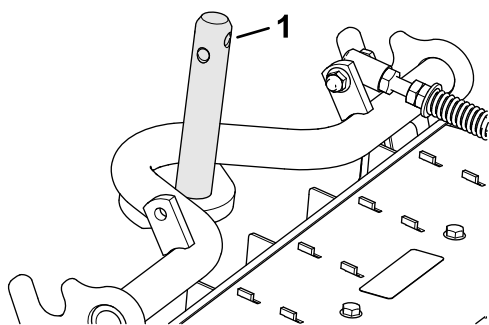

Figure 8
4. Enduisez l'arbre du bâti porteur de graisse propre (**Figure 8**).